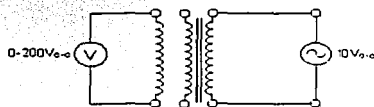

Figura 5
- Conectar el circuito de la figura 5.
<ul style="list-style-type: none"> <li>• Conectó el circuito de la figura 5.</li> </ul>